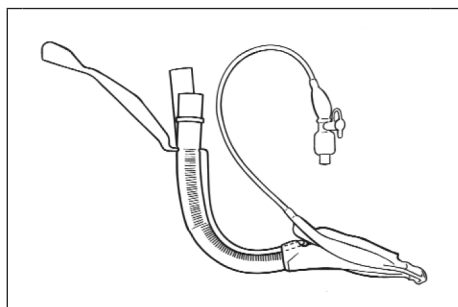

図3 LMA ProSeal™ Introducer を装着したLMA ProSeal™
- LMA ProSeal™ Introducer の位置ストラップには、手動挿入の際に人差し指または親指を入れることもできます（図3）。